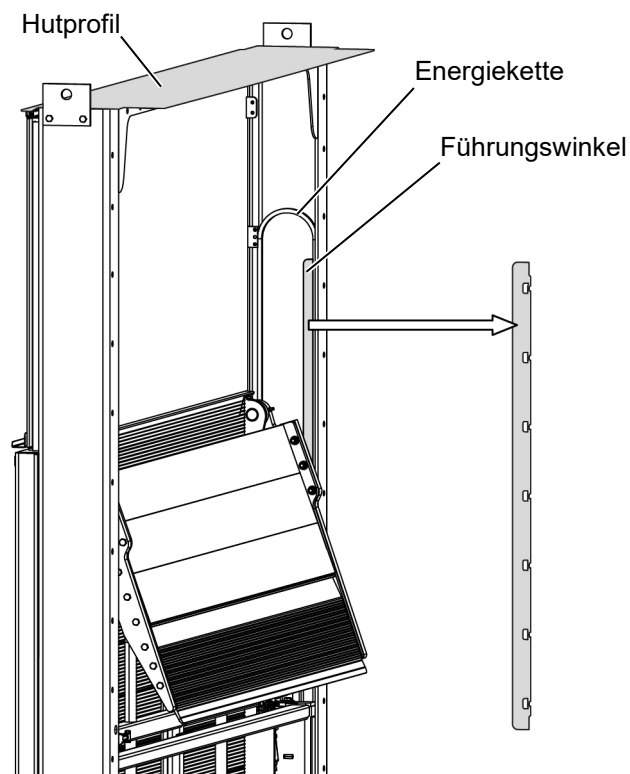

Abbildung 2: Führungswinkel (links), Hutprofil
- Demontieren Sie links und rechts die mit einer Schraube vormontierten Führungswinkel der Energiekette (siehe Abbildung 2, Seite 14)